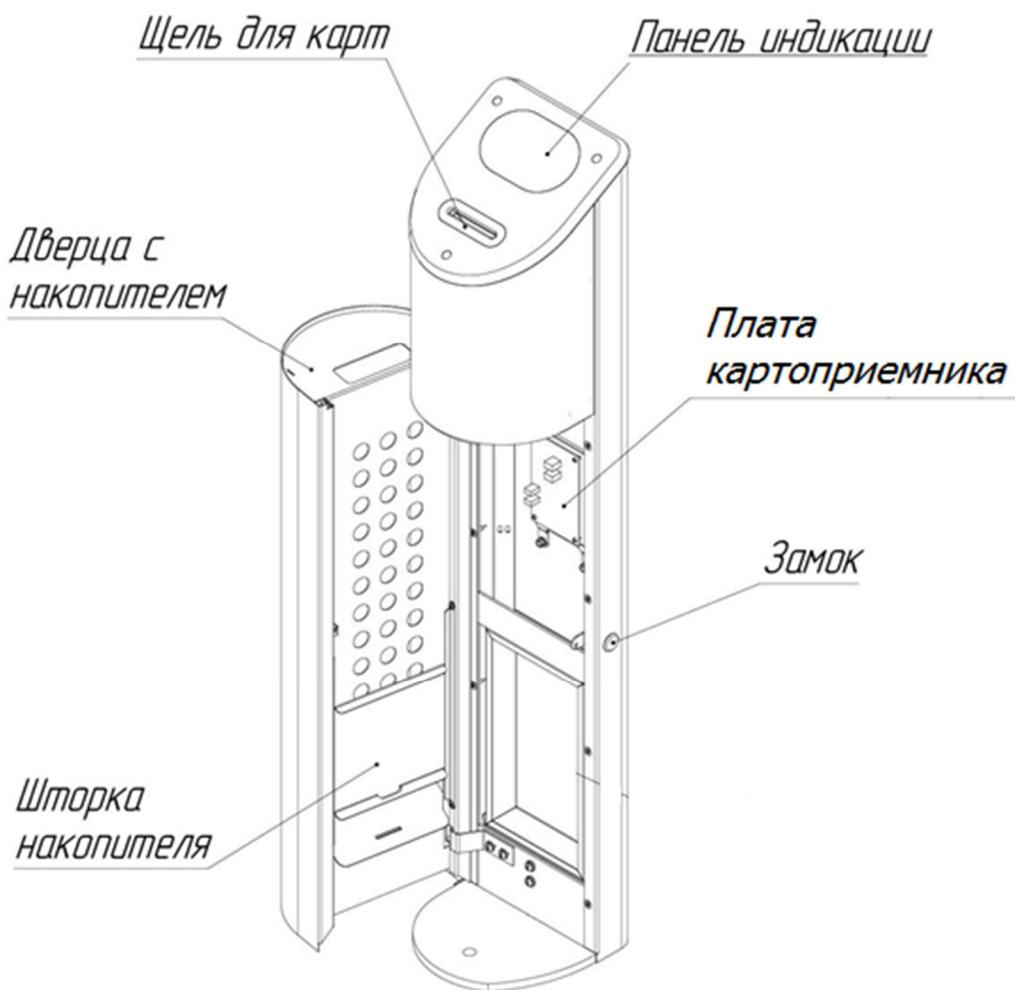

Рис. 5. Общий вид картоприемника
- 7.3.1. Откройте замок дверцы картоприемника с помощью ключа (рис. 5).
- откройте дверцу картоприемника с помощью ключа (рис. 5);